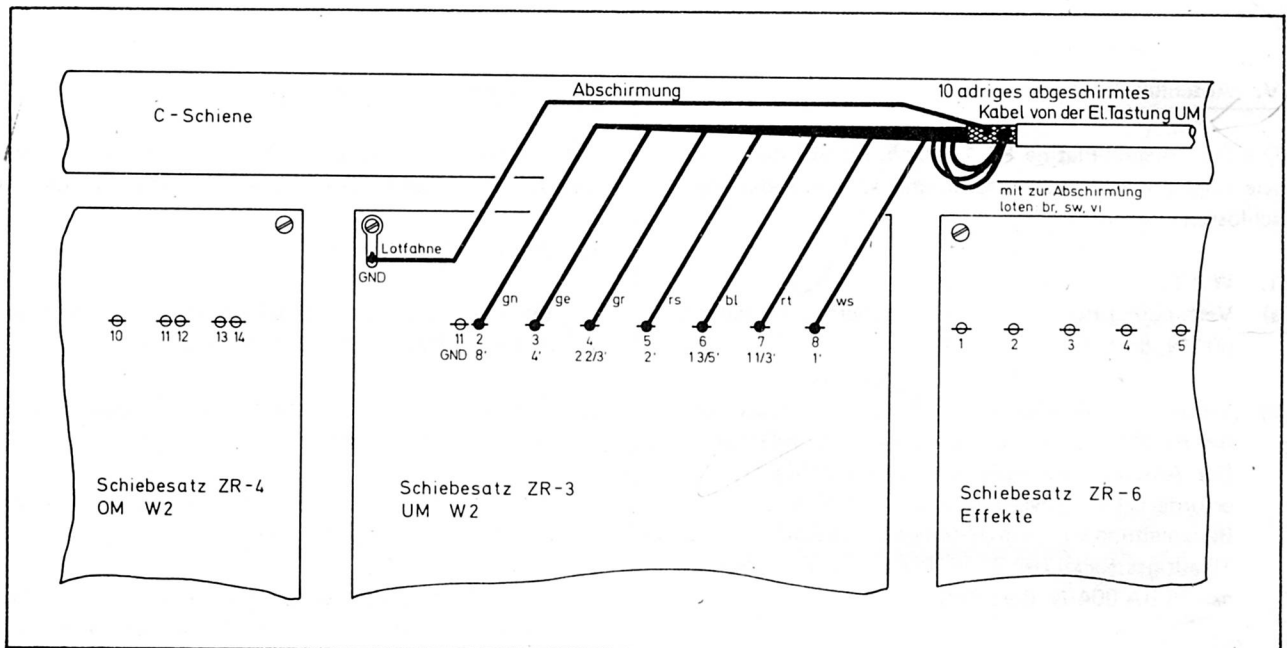

Abb. 80: Anschluß der NF-Eingänge des UM-Schiebesatzes
- f) Das Kabel "ZR UM" auf dem Kabelbaum GO 20 entlang zur rechten Seitenwand führen (Generatorseite), dort nach oben und auf der C-Schiene des Zugriegelbrettes bis zum Schiebesatz UM (Platine ZR 3) und dort nach Abb. 80 anlöten.